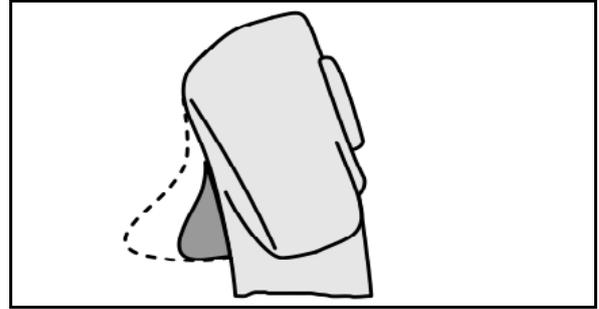

Fig. 117
- de forma correspondiente con el joystick multifuncional Fig. 117.